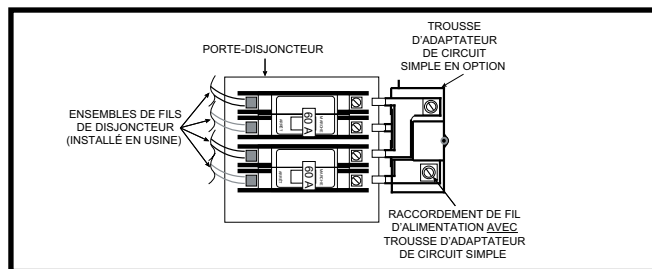
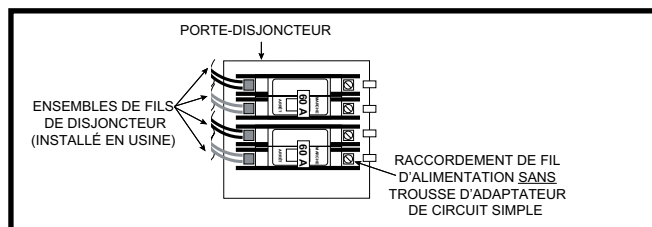

Figure 14. Trousse d'adaptateur de circuit simple en option
Figure 15. Installation des fils d'alimentation
- Les modèles -012 sont câblés en usine pour un circuit d'alimentation de dérivation simple (trousse de circuit simple installée en usine). Il est possible d'utiliser un circuit de dérivation double en retirant la trousse à circuit simple installée en usine. Voyez la Figure 14.
4. Insérez un ou des fils d'alimentation dans les connecteurs de câbles, puis raccordez ces fils aux disjoncteurs (Figure 14 et Figure 15). **REMARQUE :** Pour installer la trousse de circuit simple, effectuez l'étape 5. Si l'installation de la trousse de circuit simple n'est pas requise, passez à l'étape 6.